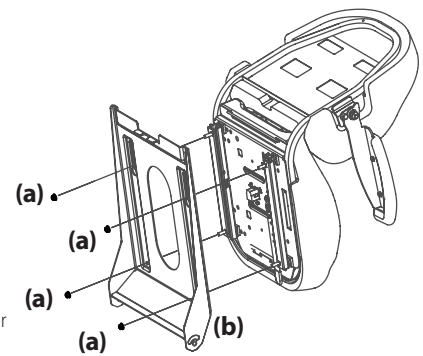

Figure 7
- Fixez le siège au support du siège (b) avec les écrous autobloquants à bride (a). Voir Figure 7.